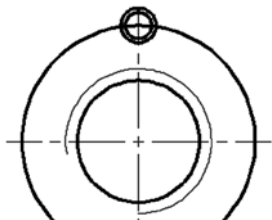

图 8-100 绘制圆
25) 绘制圆。单击“圆：圆心，半径”按钮，绘制如图 8-100 所示的同心圆，其半径分别为 6 和 4.5。